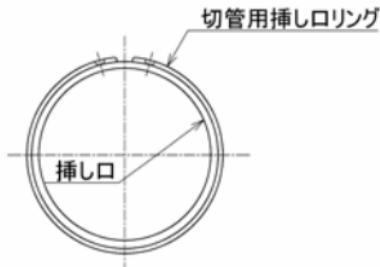

図78 切管用挿し口リングのセット
- ① 溝内に砂などの異物が入ってないことを確認したら、専用の挿し口リング拡大器を用いて切管用挿し口リングを挿し口にセットする(図78)。